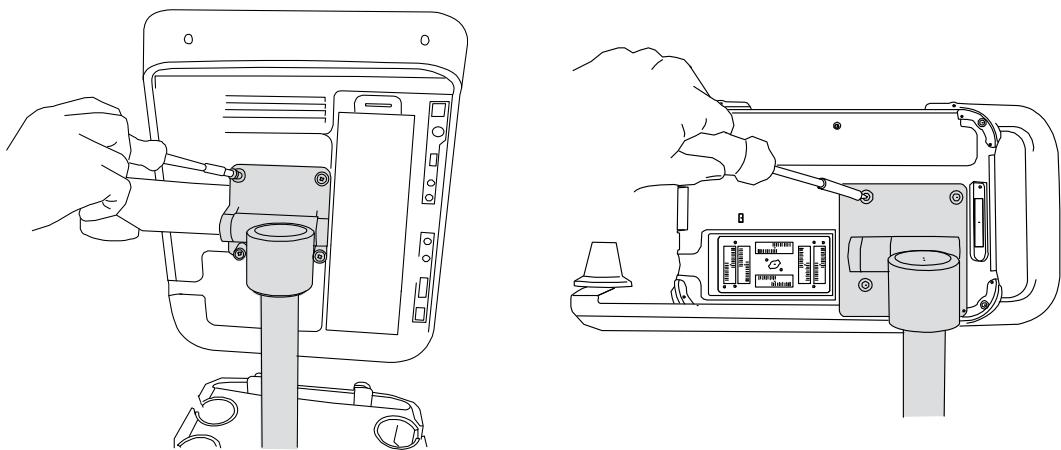

Abbildung 3 Schrauben am Schallkopfhalter anziehen: S Series (links) und NanoMaxx (rechts)
- 4** Ziehen Sie die Schrauben an jeder der vier Ecken an, um das System zu sichern. Mit einem Kreuzschlitzschraubendreher festziehen. Siehe Abbildung 3.
- 1** Stützen Sie das Ultraschallsystem ab und lösen Sie die Schrauben an allen vier Ecken der Montageplatte. Falls nötig, verwenden Sie einen Kreuzschlitzschraubendreher. Siehe Abbildung 3.